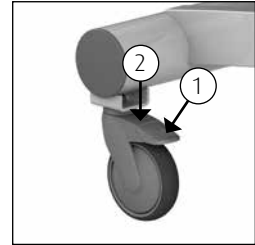

Abbildung 1 Rollenblockierung.
Die Dusch- / Ankleideliege kann arretiert werden, indem die blaue Lippe (1) an der Rolle nach unten gedrückt wird (Siehe Abbildung 1).
Um die Bremse der Dusch- / Ankleideliege zu lösen, muss dieselbe Lippe von der Rolle entfernt werden, indem mit dem Fuß die Oberseite der Lippe (2) nach unten gedrückt wird (Siehe Abbildung 1).